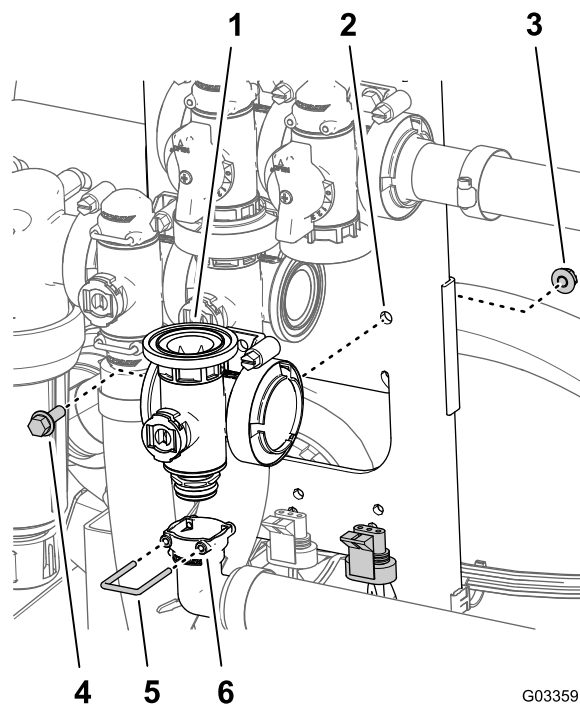

Рисунок 118
2. Снимите держатель, который крепит прямоугольный выпускной штуцер к муфте коллектора главного клапана стрелы (Рисунок 118).
3. Отверните болт с фланцевой головкой (1/4 x 3/4 дюйма) и фланцевую контргайку (1/4 дюйма), с помощью которых главный клапан стрелы присоединяется к опоре крепления клапанов и снимите коллектор клапана с машины (Рисунок 118).